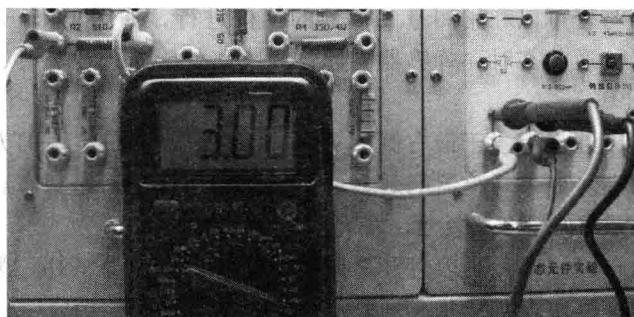

图 1-16 测量电流方向与实际方向一致
2) 将直流电压档位打到 20mA 档, 红、黑表笔应串联进入被测电路, 若红色表笔到黑色表笔方向为电流实际方向, 测量电流结果为 3.00mA, 如图 1-16 所示。